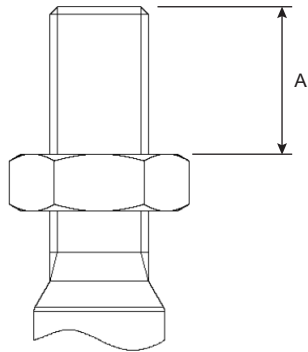

Abb. 7 Einschraublänge
- Stellen Sie die Kontermutter der Ventilspindel auf die richtige Einschraublänge "A" (Abb. 7 und Tabelle 3) für die entsprechende Ventil- und Antriebskombination ein und schrauben Sie die Ventiladapter auf die Kontermutter.